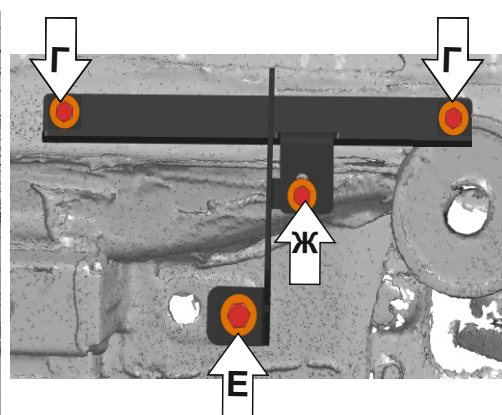

Рис. 6
7. Задний кронштейн установить, как показано на (Рис. 6). Опору заднего кронштейна закрепить болтами М8х30 с шайбами 8 ув. (Г). Задний кронштейн в задней части закрепить болтом М10х30 с шайбой 10 ув. (Е), в передней части закрепить в отверстиях опоры заднего кронштейна болтом М8х16 с шайбой 8 ув (Ж).